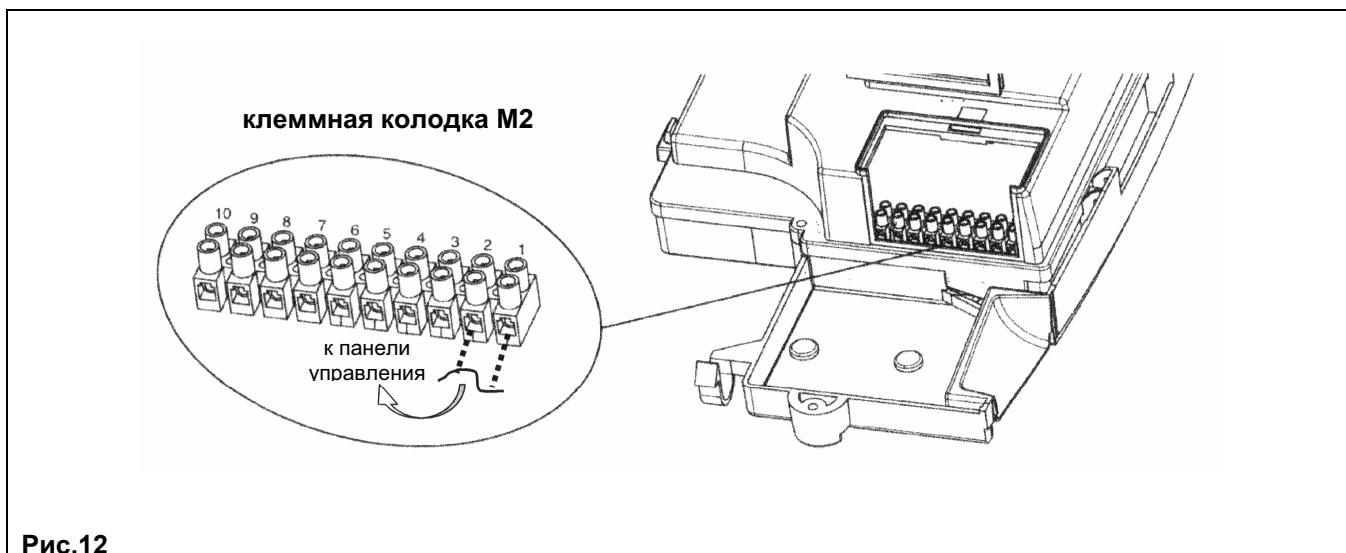

Рис.12
- открыть доступ к клеммной колодке **M2** как показано на рис.12;